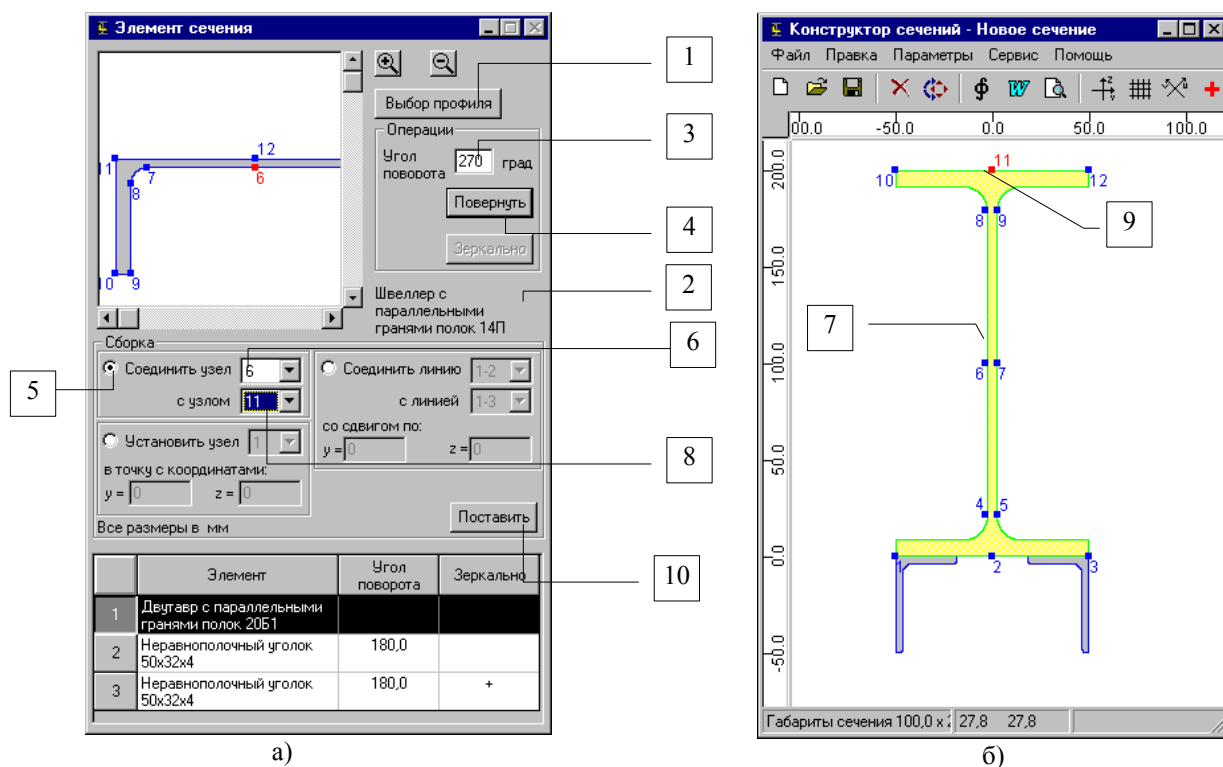

Рис. 47. Последовательность операций при использовании первого способа сборки
- ☞ в диалоговом окне **Элемент сечения** (рис. 47, а) операцией **Выбор профиля** [1] назначить присоединяемый элемент, например, швеллер с параллельными гранями полка 14П [2];
- ☞ в окне **Конструктор сечений** (рис. 47, б) указать курсором на активный элемент сечения, например, двутавр [7] Элемент отмечается желтым цветом и на нем выделяются опорные узлы;
Обратите внимание на использование кнопки **Увеличить изображение** и наличие полос прокрутки в поле отображения выбранного профиля окна **Элемент сечения** (рис. 47, а).